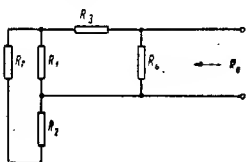

Bild 27
2. Nun bestimmt man den Widerstand, der an den Klemmen A und B anliegt, wenn man in die Schaltung hineinsieht. Alle im Stromkreis vorhandenen Ursprungsquellen E werden kurzgeschlossen gedacht (Bild 27). Der errechnete Widerstand ist dann der Innenwiderstand R_0 der an den Klemmen A und B gedachten „Ersatzspannungsquelle“.